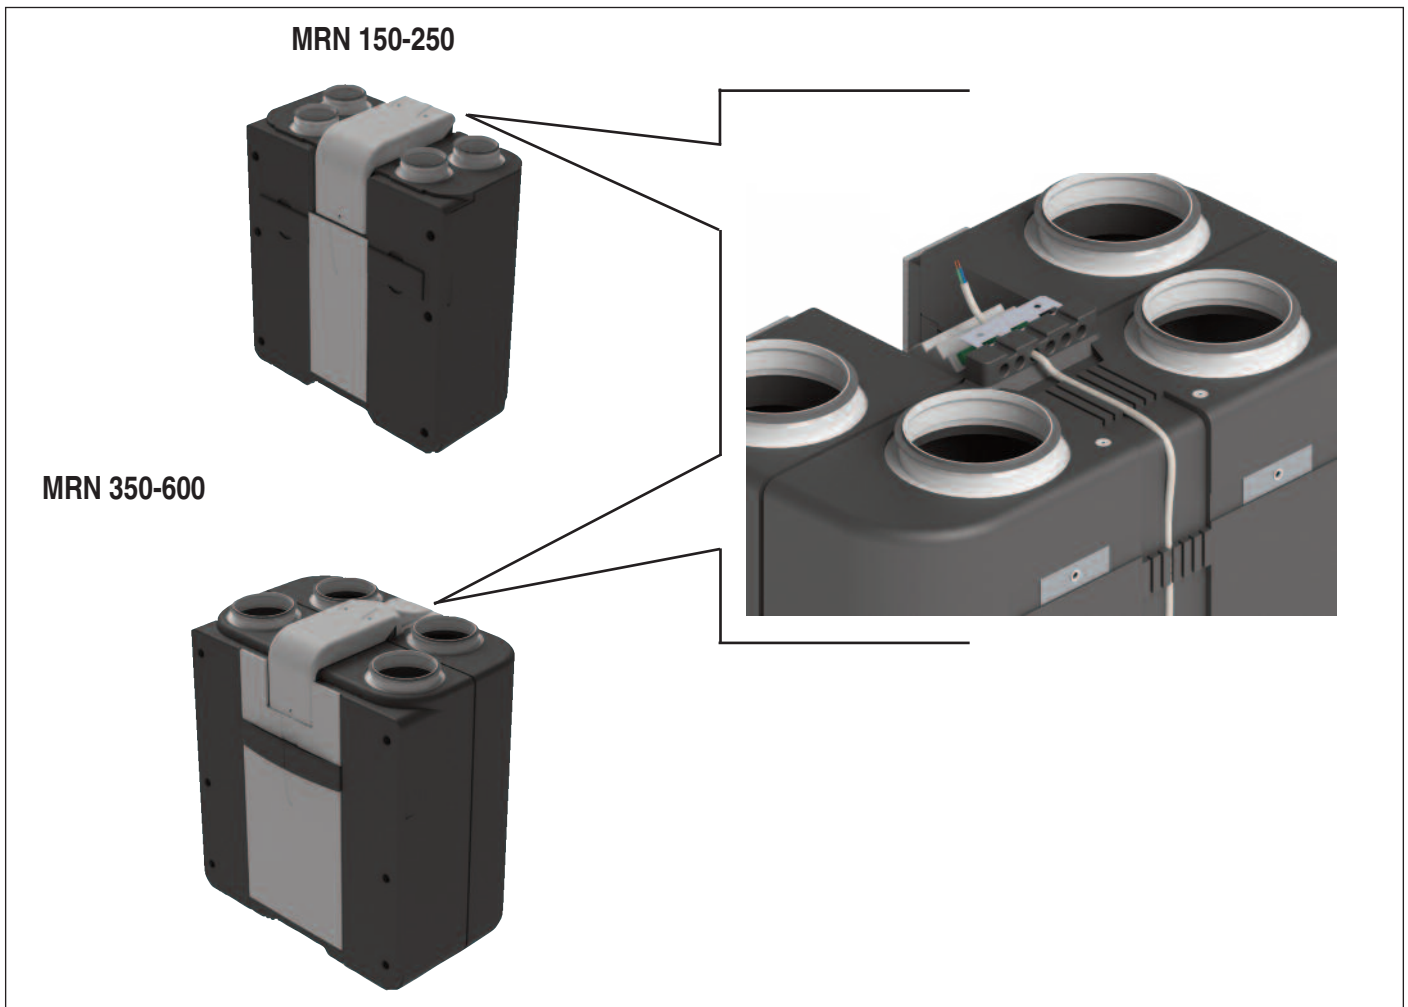

fig. 9
- Prima di mettere in funzione il dispositivo controllare la perfetta integrità dei vari componenti e dell'impianto elettrico a cui va collegata (fig. 9).
- Before starting the device, check that the various components and the electrical system the device is connected to are in perfect order (fig. 9).
- Per le connessioni tra unità base ed accessori impiegare i passacavi posti nella parte posteriore dell'unità (fig.9).
- *For connections between base units and accessories, use the glands located at the rear of the unit (fig. 9).*